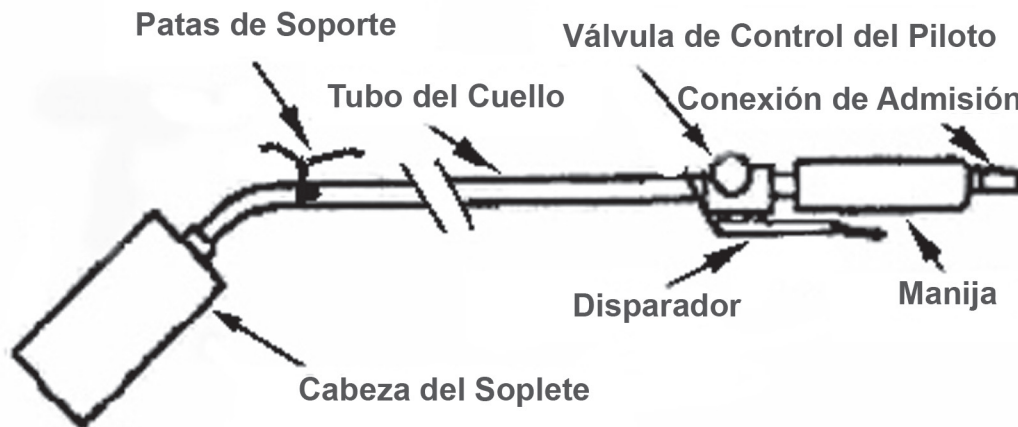

Figura 2: Estos son los componentes de un soplete para techado.
La unidad del soplete debe ser fabricado para que no tenga escapes durante el uso normal y continuo. Y debe estar inscrito en la lista de Underwriters Laboratory (UL). La figura 2 muestra los varios componentes de cada soplete. Un soplete debe tener una válvula de control del piloto, una palanca para la válvula de presión alta y una válvula para el control de apagado y encendido en la conexión de entrada.